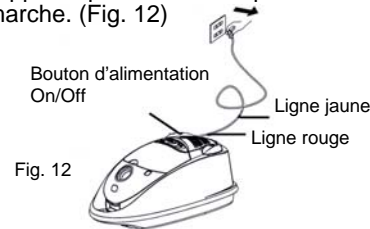

Fig. 12
2. Appuyez sur le bouton On/Off situé sur l'appareil pour mettre l'aspirateur en marche. (Fig. 12)
**Remarque:** Une fois tous les accessoires en place, étirez le cordon sur une longueur suffisante et insérez la fiche dans la prise murale. Une marque jaune indique la longueur idéale du cordon d'alimentation. N'allongez pas le cordon plus loin que la marque rouge. (Fig. 12)
Votre aspirateur est doté d'un cordon d'alimentation auto rétractable. Pour allonger votre cordon d'alimentation, tirez-le de l'arrière et tirez-le jusqu'à la longueur désirée jusqu'à la marque jaune. (Fig. 12) N'allongez pas le cordon d'alimentation plus loin que la marque rouge. Lorsque le nettoyage est terminé, éteignez l'appareil en premier et débranchez-le ensuite de la prise électrique. Appuyez ensuite sur le bouton de rembobinage du cordon. Si le cordon ne se rembobine pas complètement, tirez-le et appuyez à nouveau sur le bouton de rembobinage.